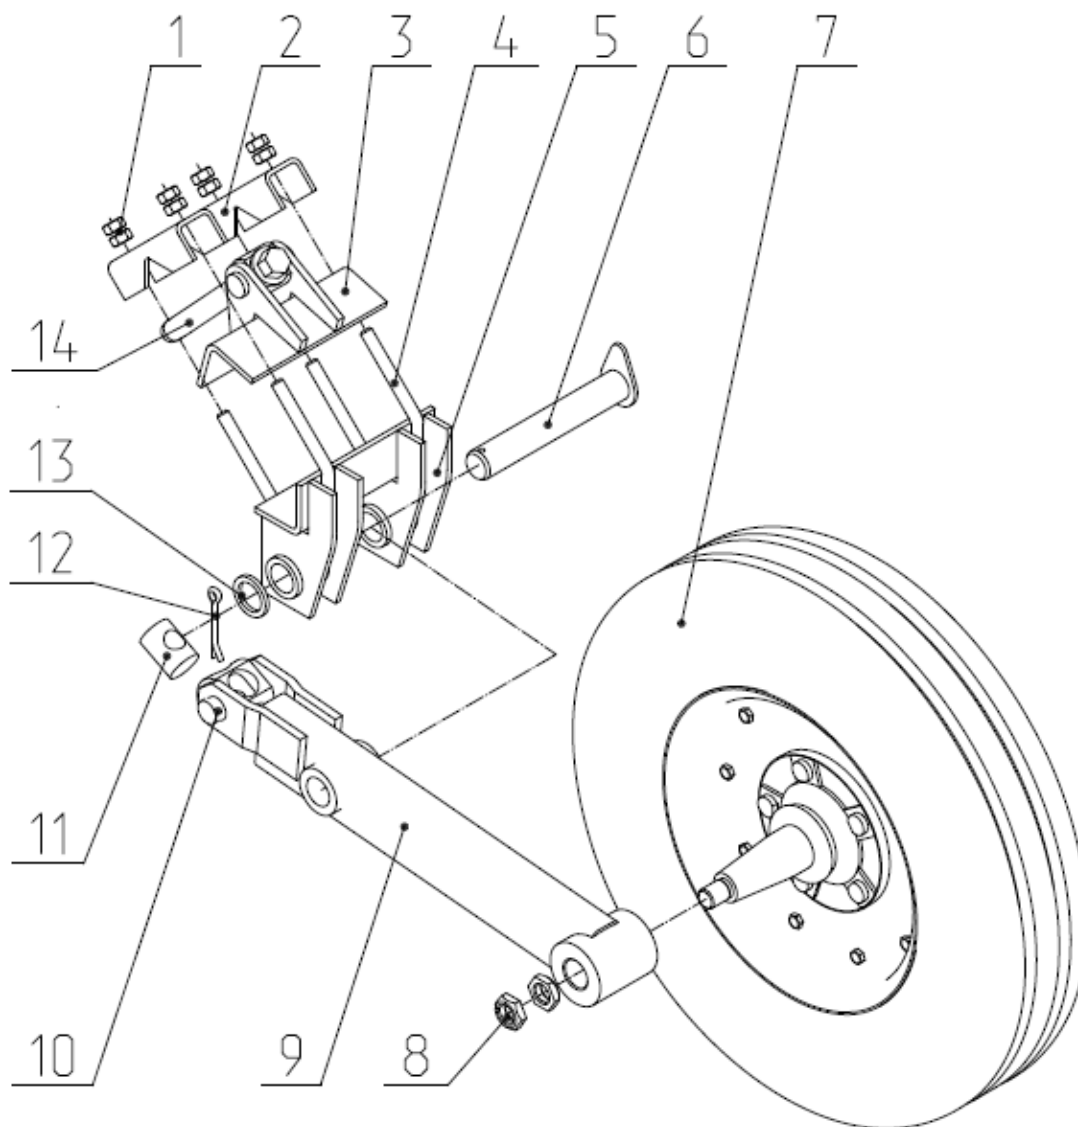

Рис.9 Колесо опорное боковых секций.
2.11 Колеса опорные (Рис.9) боковых секции предназначены для установки глубины хода рабочих органов боковых секций.